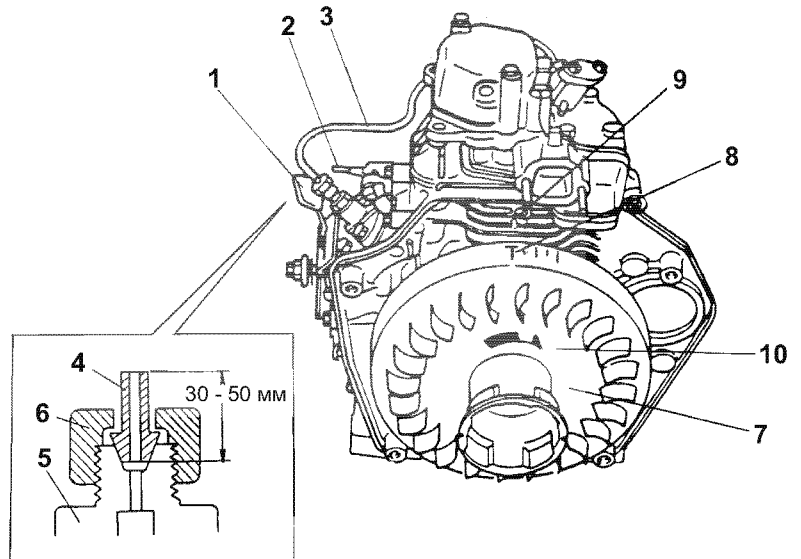

Рис. 37
2. Установите рычаг регулировки (Рис. 37, (1)) в положении RUN (РАБОТА).
3. Установите рычаг сброса давления (Рис. 37, (2)) в положение сброса давления.
4. Снимите топливопровод высокого давления (Рис. 37, (3)).
5. Прикрепите трубку для тестирования впрыска (Рис. 37, (4)) к корпусу нагнетательного клапана (Рис. 37, (5)) топливного насоса с помощью гайки (Рис. 37, (6)).
6. Установите отметку T (Рис. 37, (8)) на маховике (Рис. 37, (7)) соответственно пазу (Рис. 37, (9)) охлаждающего ребра (верхняя мертвая точка сжатия). Убедитесь, что топливо впрыскивается, когда маховик при вышеописанном условии, перемещается на 30 градусов назад и вперед.
7. Поверните маховик в направлении стрелки (Рис. 37, (10)) и проверьте момент впрыска  $\theta$  (угол между отметкой T и U-образным пазом), остановив маховик во время впрыска топлива из трубки для тестирования впрыска.